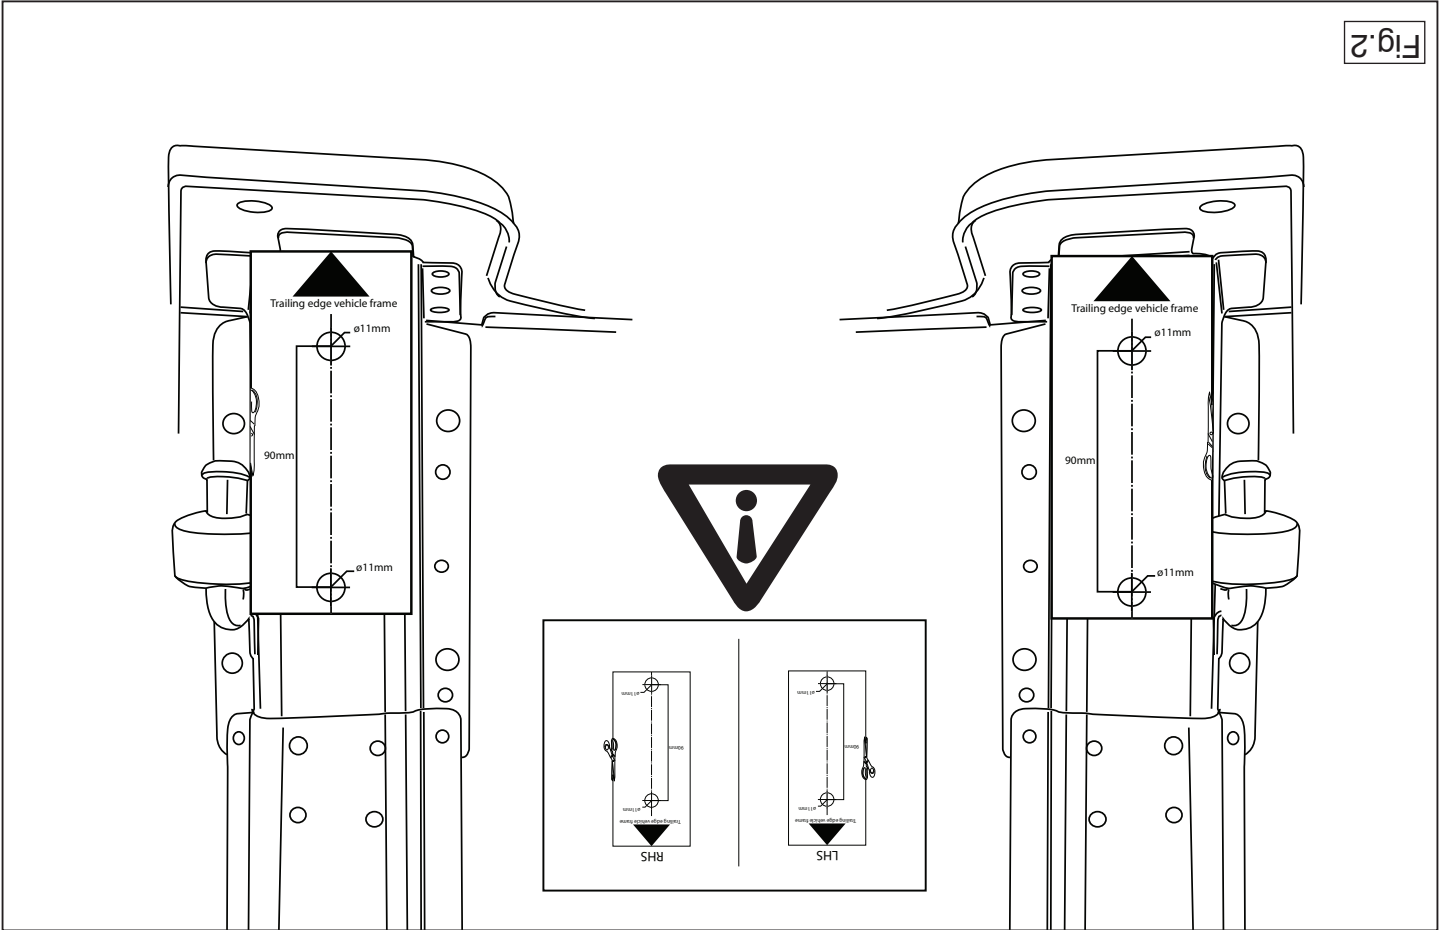

Fig. 2
4. Wyświetlacz otwory w podwoziu od spodu na \varnothing 11 mm. Patrz rysunek 2.
- Wyświetlacz otwory w podwoziu od spodu na \varnothing 11 mm. Patrz rysunek 2.
4. Просверлить отверстия на нижней стороне шасси диаметром 11 мм. рисунок 2.
5. Просверлить отверстия X из гаражного отсека диаметром 10,5 мм. рисунок 2.